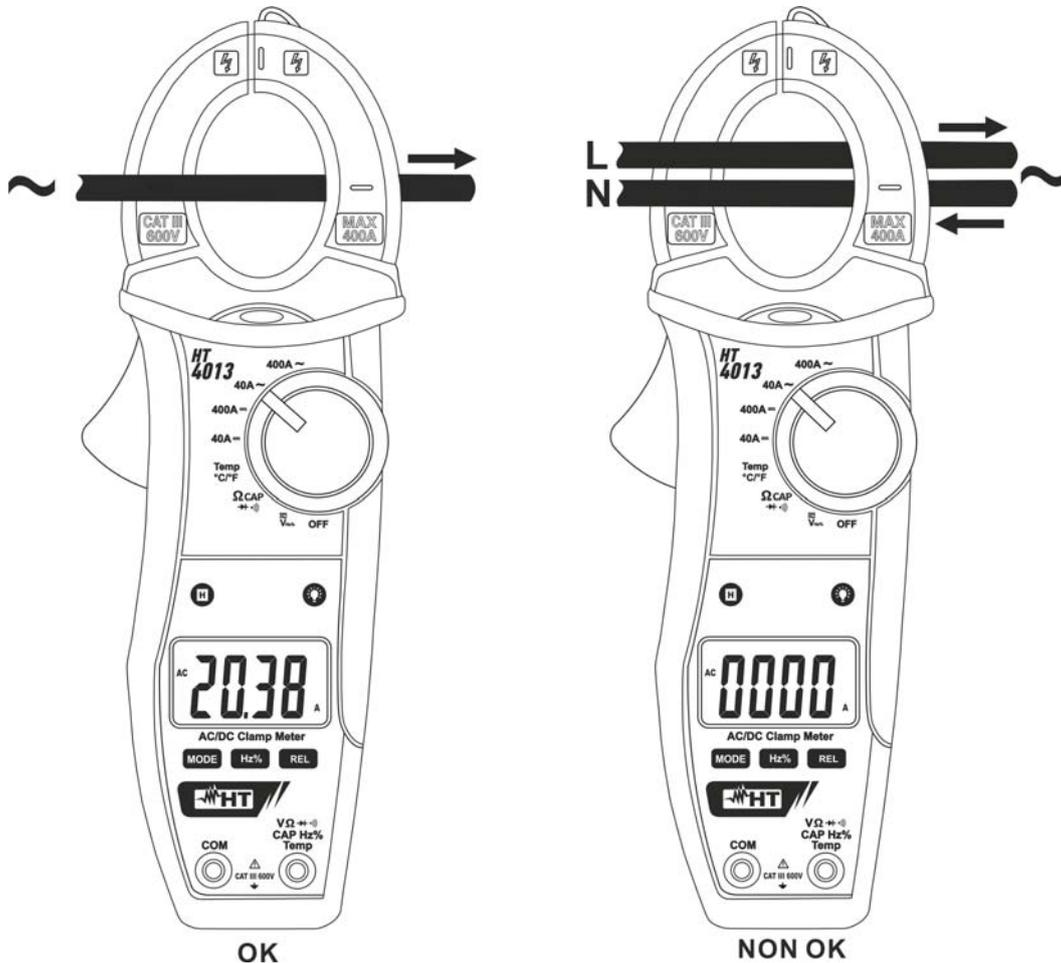

Fig. 10: Utilização da pinça na Medição de Correntes CA e CC
4. Para medições de corrente CC a visualização do símbolo "-" indica que o instrumento está inserido no sentido contrário ao da corrente (ver Fig. 10).